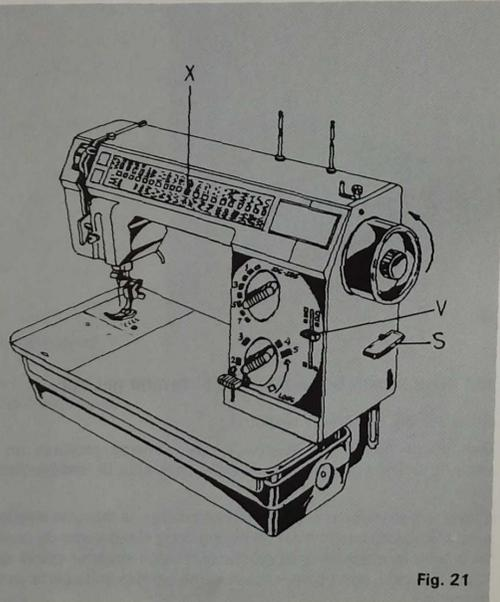

Fig. 21
17.º REGULACION DE VELOCIDAD (fig. 21)
18.º MANDO SELECTOR (fig. 21)